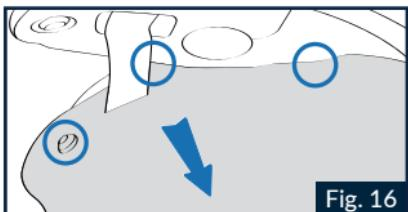

Fig. 16
1.2 Tirer la partie avant de la mousse de joue gauche vers l'intérieur du casque pour en décrocher les trois boutons situés au dos (Fig. 16).
6.2 Insérer la jugulaire dans le passage prévu dans la mousse de joue et appuyer au niveau des boutons arrière de fixation, situés à l'arrière, pour les accrocher aux logements correspondants sur la mousse de joue en polystyrène (Fig. 16).